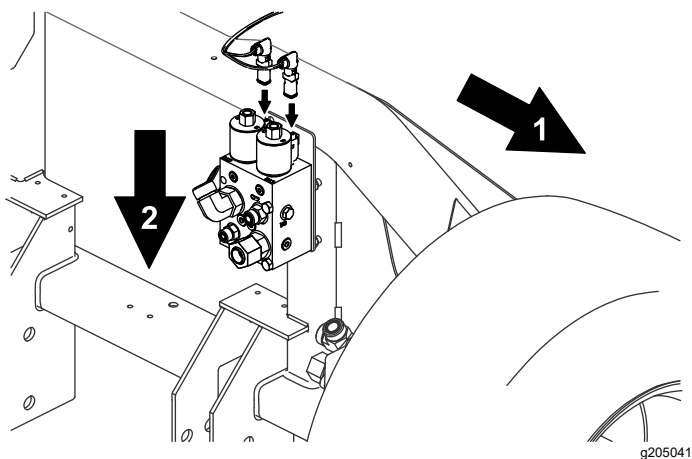

Рисунок 26
3. Проложите остальные свободные концы жгута проводов вниз вокруг нижней рамы и подсоедините их к 2 катушкам на коллекторе делителя потока непосредственно в нише правого переднего колеса (Рисунок 26).